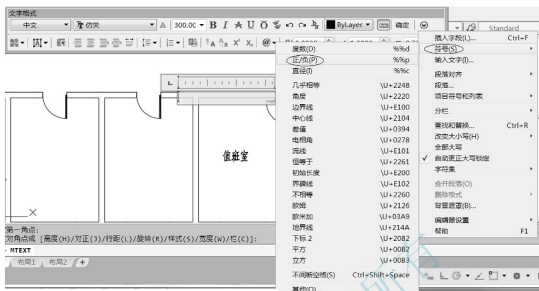

图 3.12 利用快捷菜单输入特殊字符
① 在指定第一角点：提示下，在宿舍平面图内单击一点，将其作为文字框的左上角点。
② 在指定对角点或 [高度(H)/对正(J)/行距(L)/旋转(R)/样式(S)/宽度(W)]：提示下，光标向右下角拖出矩形框后单击。
③ 在【文字格式】对话框中将当前字体样式设为【Standard】，字高设为“300”。
④ 在文字输入窗口内右击，在弹出的快捷菜单中执行【符号】|【正/负】命令，如图 3.12 所示，接着输入“0.000”。
⑤ 单击【确定】按钮关闭对话框，这样就输入了“±0.000”。